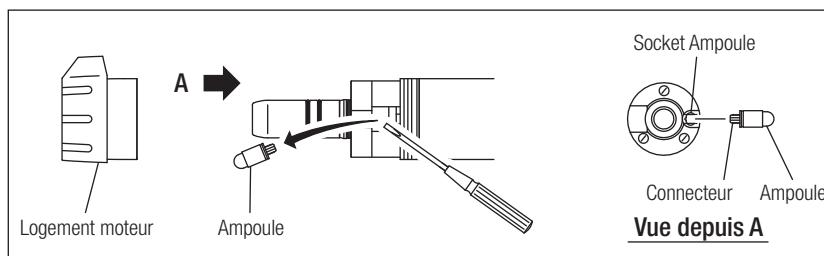

Fig. 22
- Desserrez le logement du moteur et détachez-le du moteur. Enlevez l'ancienne ampoule à l'aide d'un petit outil pointu, comme un tournevis de précision. (Fig. 22)